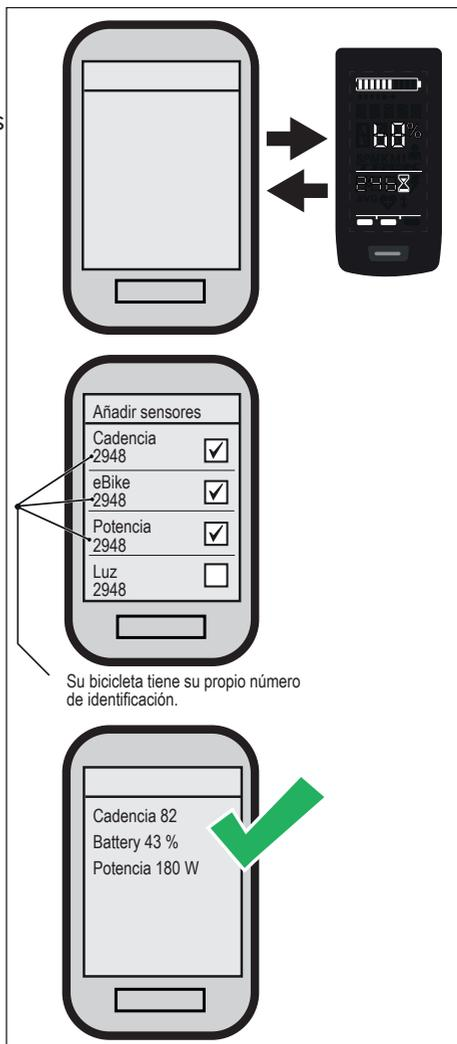

Fig. 8: Conexión de la e-bike al ordenador de la bicicleta
- Seleccione al menos los tres sensores indicados (véase Fig. 8).